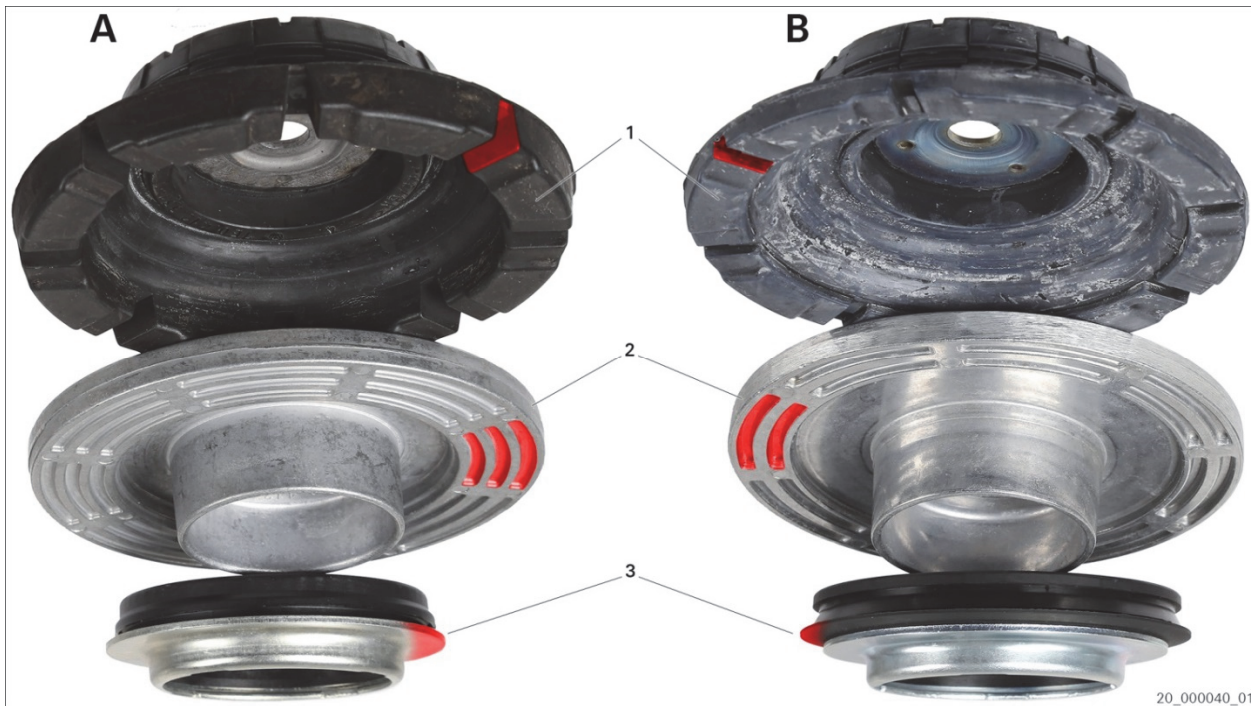

Fig. 1: variante de semelle de suspension A/B
Une des deux variantes, A ou B (fig. 1), peut être montée dans l'usine dans le Volkswagen T5.
- Vérifier, lors de la dépose, quelle variante est montée dans le véhicule (fig. 1 : marques rouges).
- Vérifier l'état de la coupelle de ressort (2) déposée. Si la variante A de la coupelle de ressort (2) est endommagée, il faut passer à la variante B. Cette adaptation exige le remplacement de toutes les pièces (1, 2, 3) puisque la coupelle de ressort de la variante A a également cessé d'être disponible auprès du constructeur automobile.